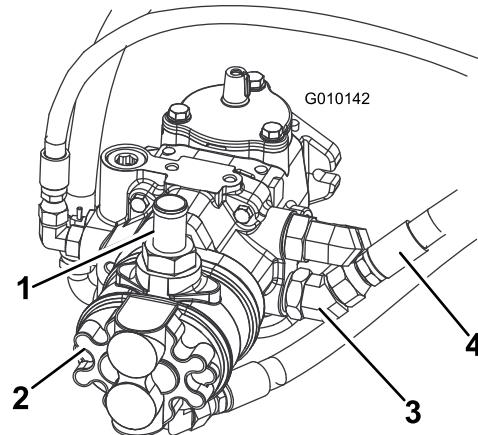
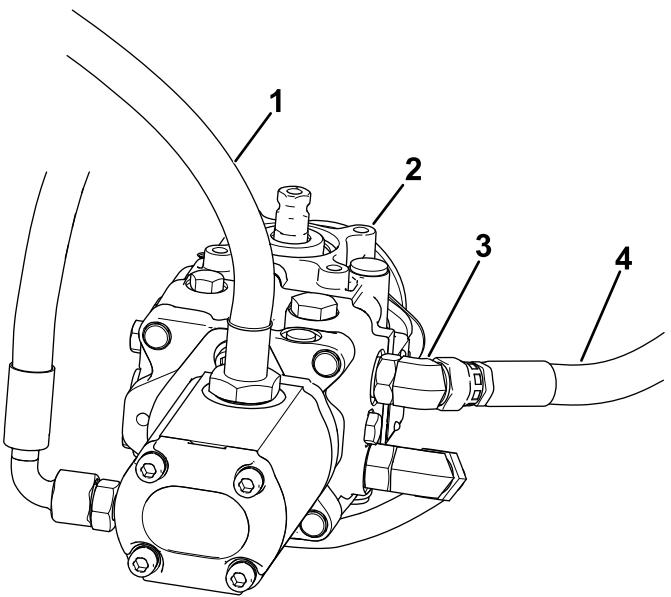
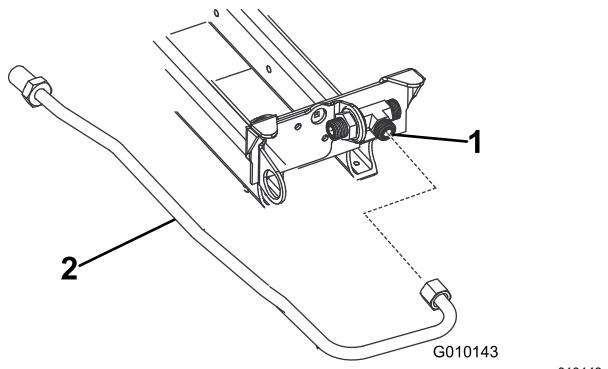

Figura 4
Figura 5
Figura 6
- Drene todo o óleo hidráulico do reservatório removendo o tubo superior da bomba de engrenagens (Figura 4). Ligue o tubo depois de instalar o tubo hidráulico rígido.
Remova e elimine o tubo fixado a 45° no orifício inferior da bomba (Figura 4) e na união em T debaixo da base do banco (Figura 6).
Remova e elimine o tubo fixado a 45° na porta superior da bomba (Figura 5) e na união em T debaixo da base do banco (Figura 6).
7. Instale o tubo hidráulico rígido na união em T sob a base do banco. Posicione a linha como se indica em **Figura 6**.